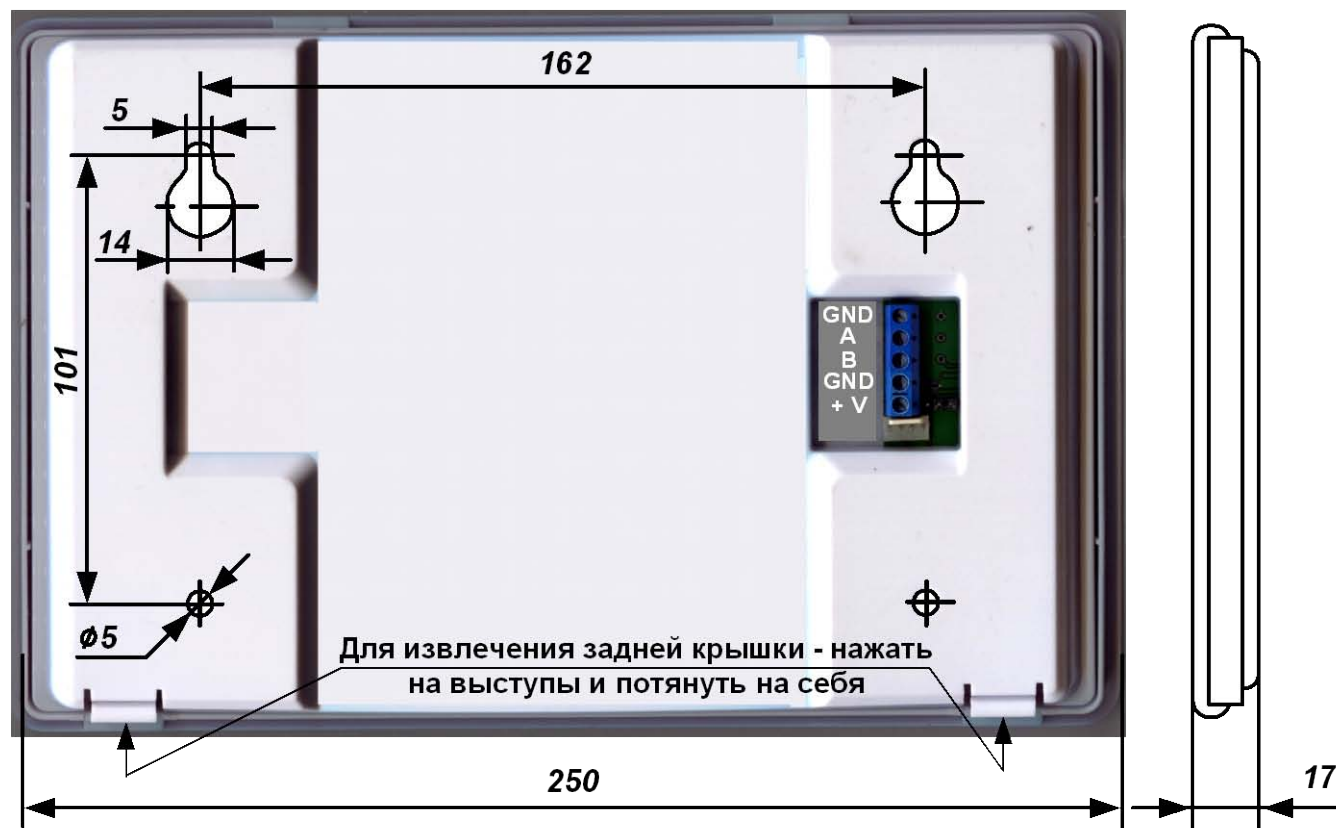

Рис. 2 Внешний вид, габаритные и присоединительные размеры.
5.1 Конструкция корпуса БИС-01 предназначена для монтажа на стене. Габаритные и установочные размеры представлены на Рис. 2.